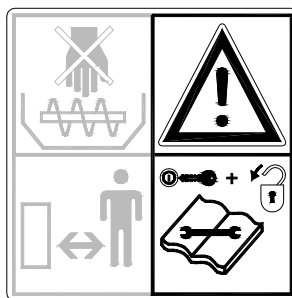
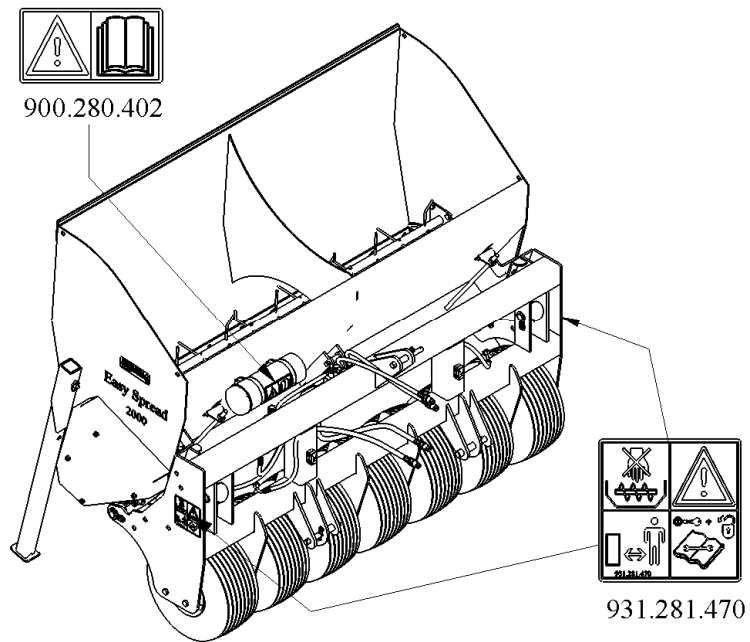

Fig. 2
Fig. 5
En cas d'entretien, de mise en place et de réparation, **toujours éteindre le moteur et retirer la clef de contact du tracteur.** (Fig. 2)
De part et d'autre de l'Easy Spread (Fig. 5) se trouvent des autocollants de sécurité (Fig. 2,3,4,5,6) avec une signification concordante. Ces autocollants de sécurité doivent être toujours bien visibles et lisibles et doivent être remplacés lorsqu'ils sont endommagés.
- (7) Emplacement des autocollants de sécurité. (Fig 5.)